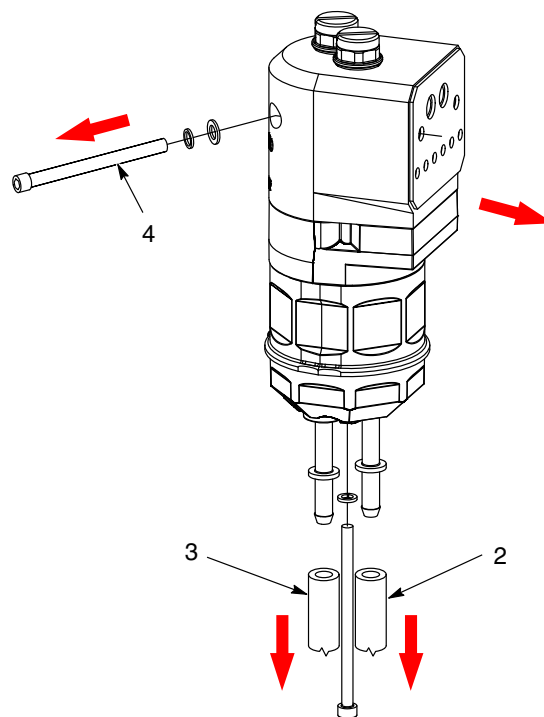
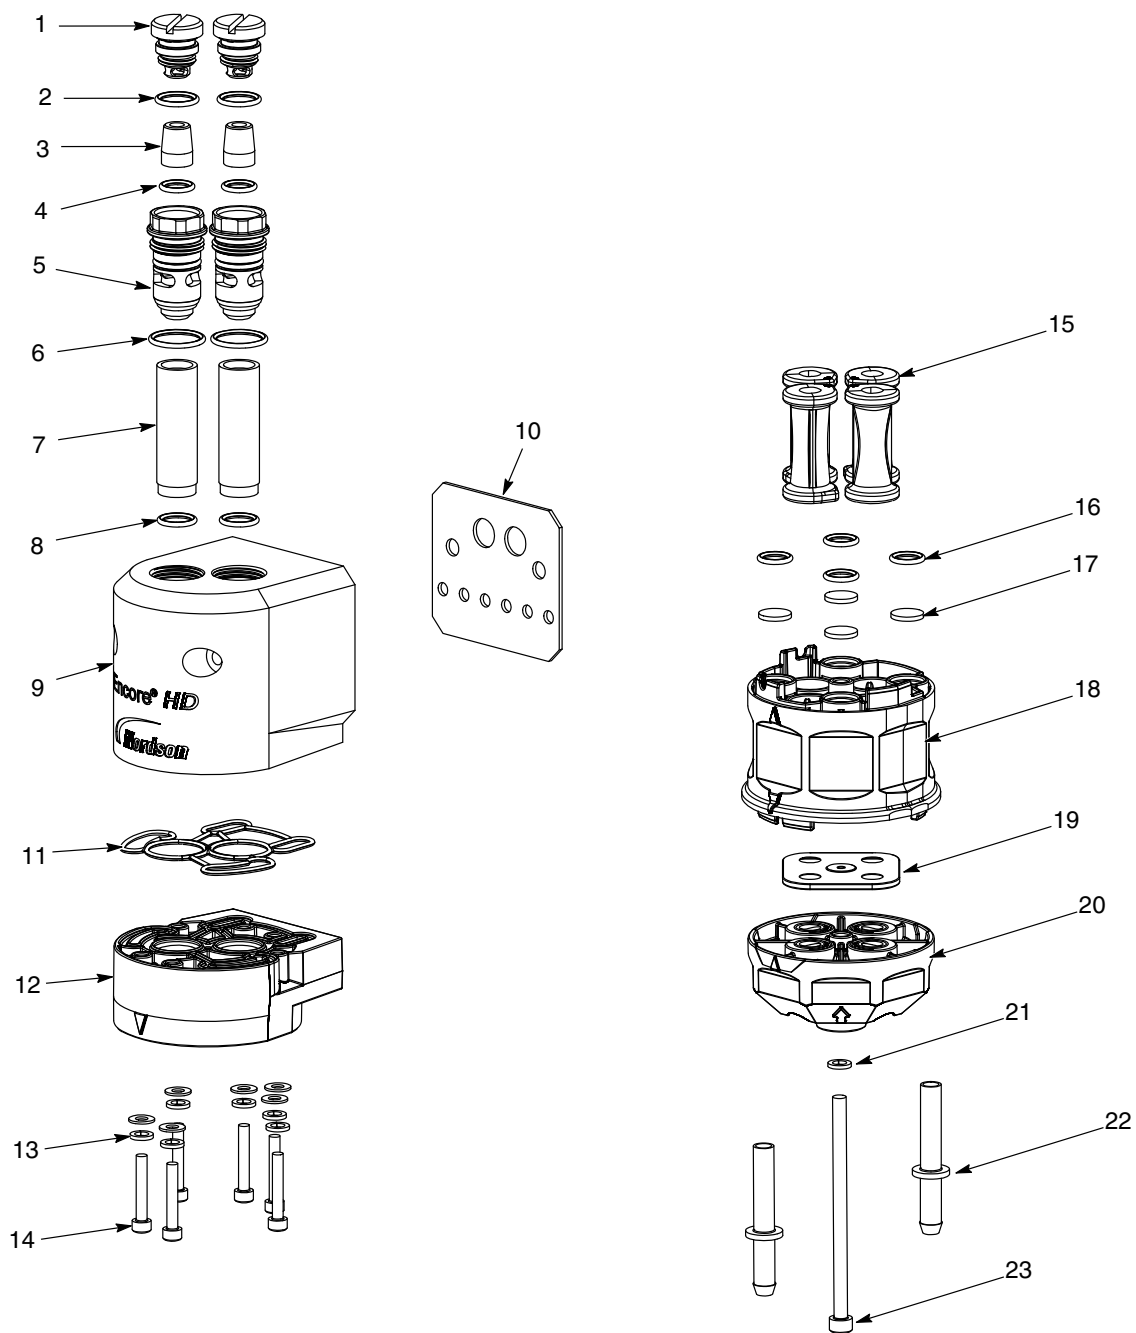

図 17 標準ポンプ分解準備
図 18 ポンプ分解 (Encore HDを示す)
2. 図 17 を参照。インレット (2) およびアウトレットパウダーチューブ配管 (3) をポンプの底部から取り外します。
3. ポンプをポンプパネル (4) に固定しているキャビネット取り付けハードウェアを取り外し、ポンプを清潔な作業領域に移動させます。
4. 図 18 を参照。流動チューブから初めてポンプを図のように分解します。接着したガスケットは損傷していなければ除去する必要はありません。